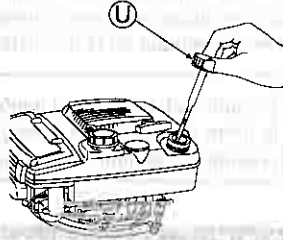

Fig. 8.
1 Enlevez le bouchon du réservoir à huile (U), sortez l'indicateur de niveau d'huile, et insérez-le sans le visser. (Voir Fig. 8.)